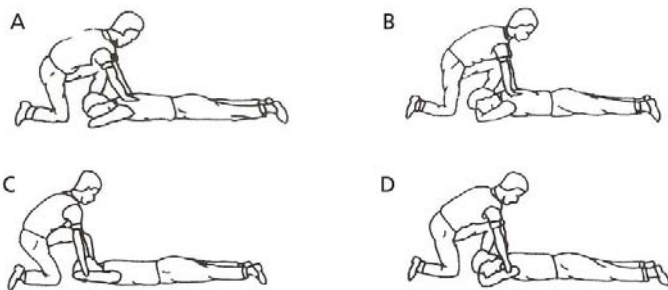

Рис. 3. Положение тела при оказании первой помощи при ударе электрическим током
7. Давление ваших ладоней должно постепенно переходить в район локтей пострадавшего, после этого убирайте руку (приблизительно в течении 1-ой секунды). После этого придерживая локти поднимите за руки и плечи пострадавшего, одновременно потягивая руки назад (приблизительно в течении 2,5 секунды). (рис.3 С). Опустите руки пострадавшего (рис.3 D) и повторно приведите ладони рук в район лопаток пострадавшего.